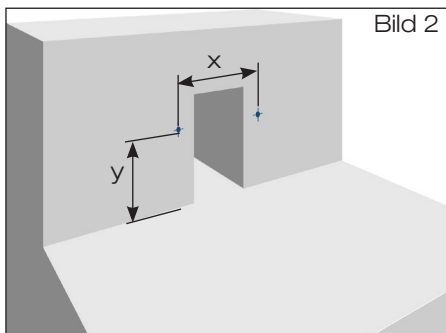

Bild 2
- 1.3 Bohrungen ø 10 mm für Schiebeflansch mit Anschlussmanschette zum Anschluss der Dampfsperre entsprechend der Vorgabe nach Tabelle 3 erstellen (Bild 2).